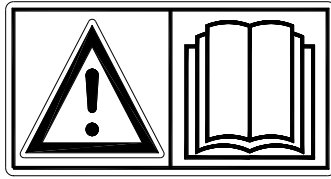

Bild 1
**Läs och förstå** (Bild 1) manualen innan du börjar använda Verti-Drain®-maskinen.